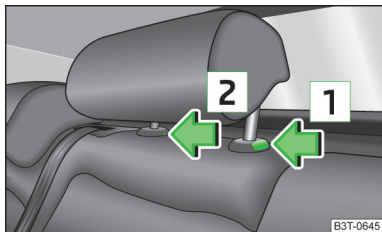

Fig. 70
- Pulse la tecla de seguridad en sentido de la flecha **1** » fig. 70, presionando al mismo tiempo con un destornillador con un ancho de 5 mm como máx. la tecla del seguridad en el orificio **2**, y retire el reposacabezas.